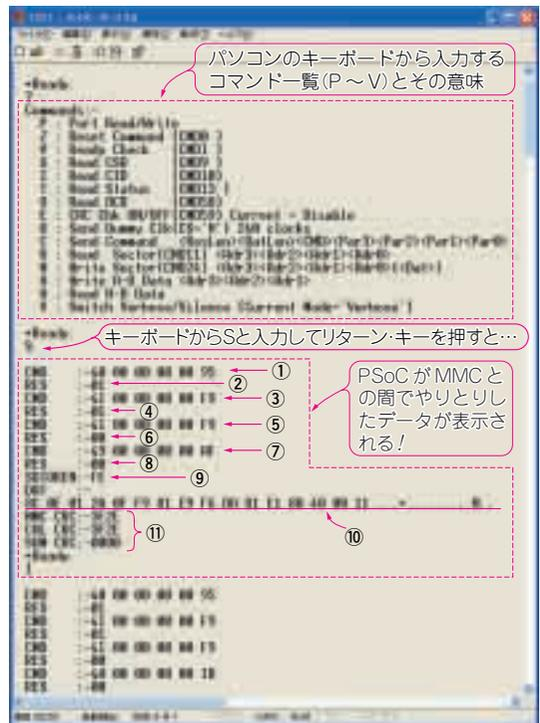

図1 キーボードでコマンドをタイプしながら MMC との通信を体感できる
本器とパソコンをUSBで結び、Windowsパソコンなら必ず装備されている通信ソフト「ハイパーターミナル」を立ち上げたのち、キーボードからS、Iなどのコマンド・テキストをタイプしてEnterキーを押します。するとUSB経由でPSoCがそのコマンドを受けてMMCと通信を行い、その過程や結果をパソコンに返します。図1の①～⑪の意味は下記のとおりです。
- ① PSoCがMMCにリセット・コマンド(CMD0)を送信。40の0が、CMD0の0に相当
- ② MMCがPSoCに向けて「ビジー状態！」と返答
- ③ PSoCがMMCに準備OKかどうかを問う
- ④ MMCがPSoCに向けて「ビジー状態！」と返答
- ⑤再度、PSoCがMMCに準備OKか問い合わせる
- ⑥ MMCがPSoCに向けて「準備OK！」と返答
- ⑦ PSoCからMMCにCSDデータ(MMCの最大転送速度などの属性情報)を送るように要求
- ⑧ MMCが「準備OK！」とPSoCに向けて返答
- ⑨ PSoCが通信状態が正常であることを確認
- ⑩ PSoCがMMCから読み出したデータ列